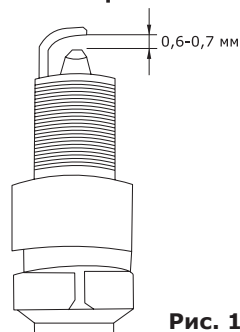

Рис. 16
- Проверьте величину зазора между заземляющим и центральным электродами, используя специальный шуп. При необходимости установите зазор 0,6–0,7 мм (рис. 16).